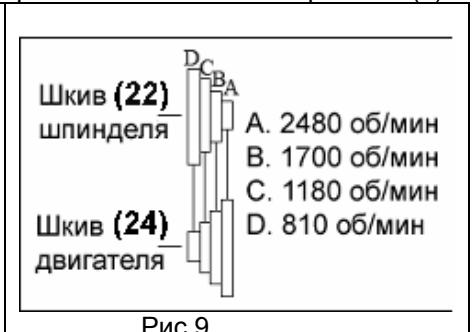

Рис.9
9.2.2. Ослабьте натяжение ремня привода (23) и затем измените частоту вращения шпинделя, переустановив приводной ремень (24) в нужную позицию (См. диаграмму скоростей на Рис.9). В таблице 3 приведены рекомендации соответствия операции обработки заготовки частоте вращения шпинделя машины.